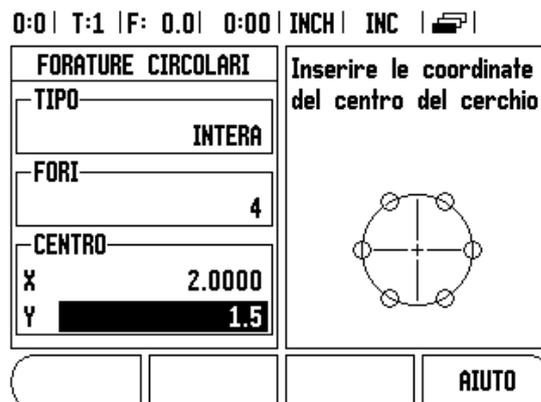
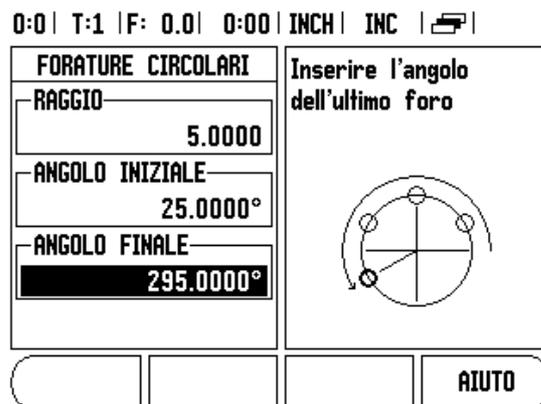

Fig. I.18 1ª pagina della maschera CORONA DI FORI
Fig. I.19 2ª pagina della maschera CORONA DI FORI
**Vedere Fig. I.18 & Fig. I.19.**